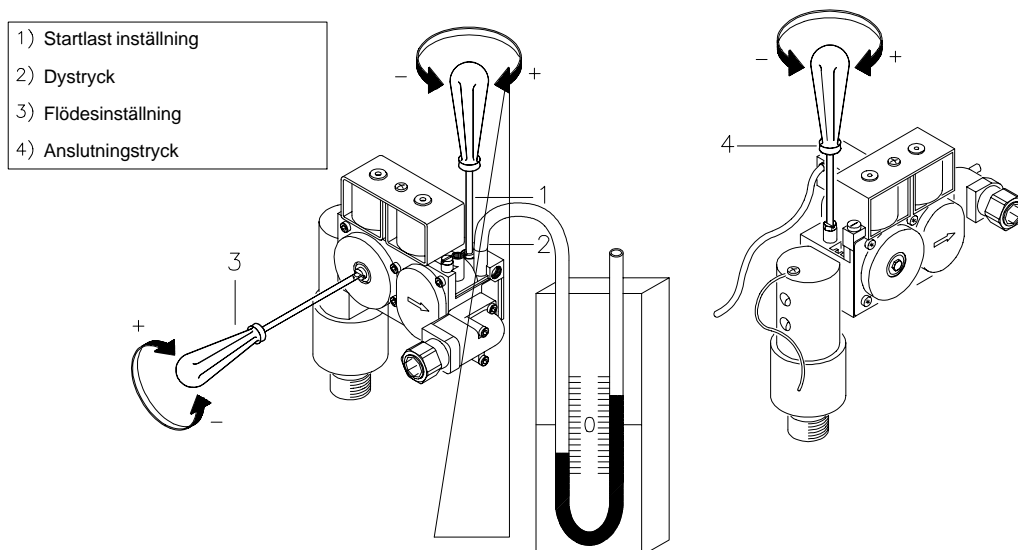

Fig. 28 Adjusting the pressure on the electrovalve and the pressure sockets
För att kontrollera dysterck/brännartryck (Naturgas G20 - G25), använd mätstuds pos 2 (fig. 28) nedströms från magnetventilerna; om det avlästa trycket inte överensstämmer med dataskylten måste brännaren kalibreras (under drift) genom att skruva på inställningsskruv pos 3 (fig. 28) tills rätt värde erhålls.
- 6) Reglera trycket på gasblockets inställningsskruv, (Pos 3 fig. 28).
- 7) Starta brännaren och kontrollera att trycket (Pos 2 fig. 28) överensstämmer med dataskylten.